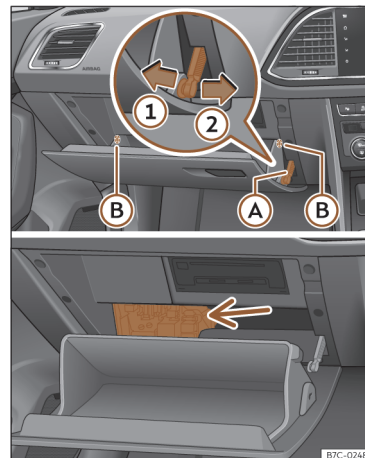

Fig. 46 Guantera (volante a la derecha): acceso a la caja de fusibles.
»» fig. 46 (A) en dos pasos: primero desbloquee el freno tirando de él hacia atrás (flecha ①) y después desplácelo ligeramente hacia la derecha (flecha ②). Desmonte la guía cuando la tapa esté en apertura normal (30°).
- Libere los pivotes laterales (B) y desbloquee la tapa hasta la segunda apertura (60°).